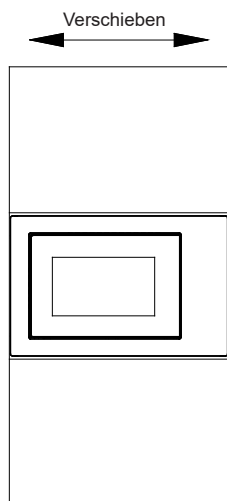

Abb.3
- c) Bewegen Sie das Produkt parallel im Küchenschrank entsprechend der Pfeilrichtung in der Abbildung, und halten Sie es in der Mitte. (Abb. 3)